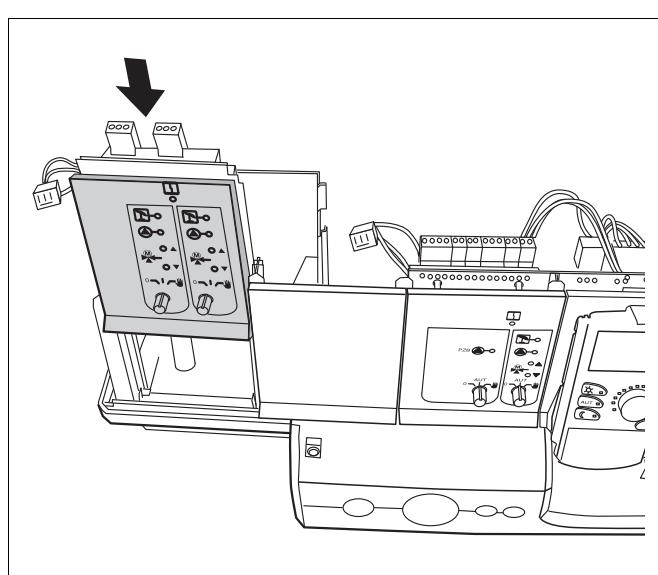

Рис. 5 Установка функционального модуля
- Вставьте функциональный модуль в слот (\rightarrow рис. 5) до защелкивания.
- Вставьте новый модуль в тот же разъем (\rightarrow рис. 5, стр. 7).